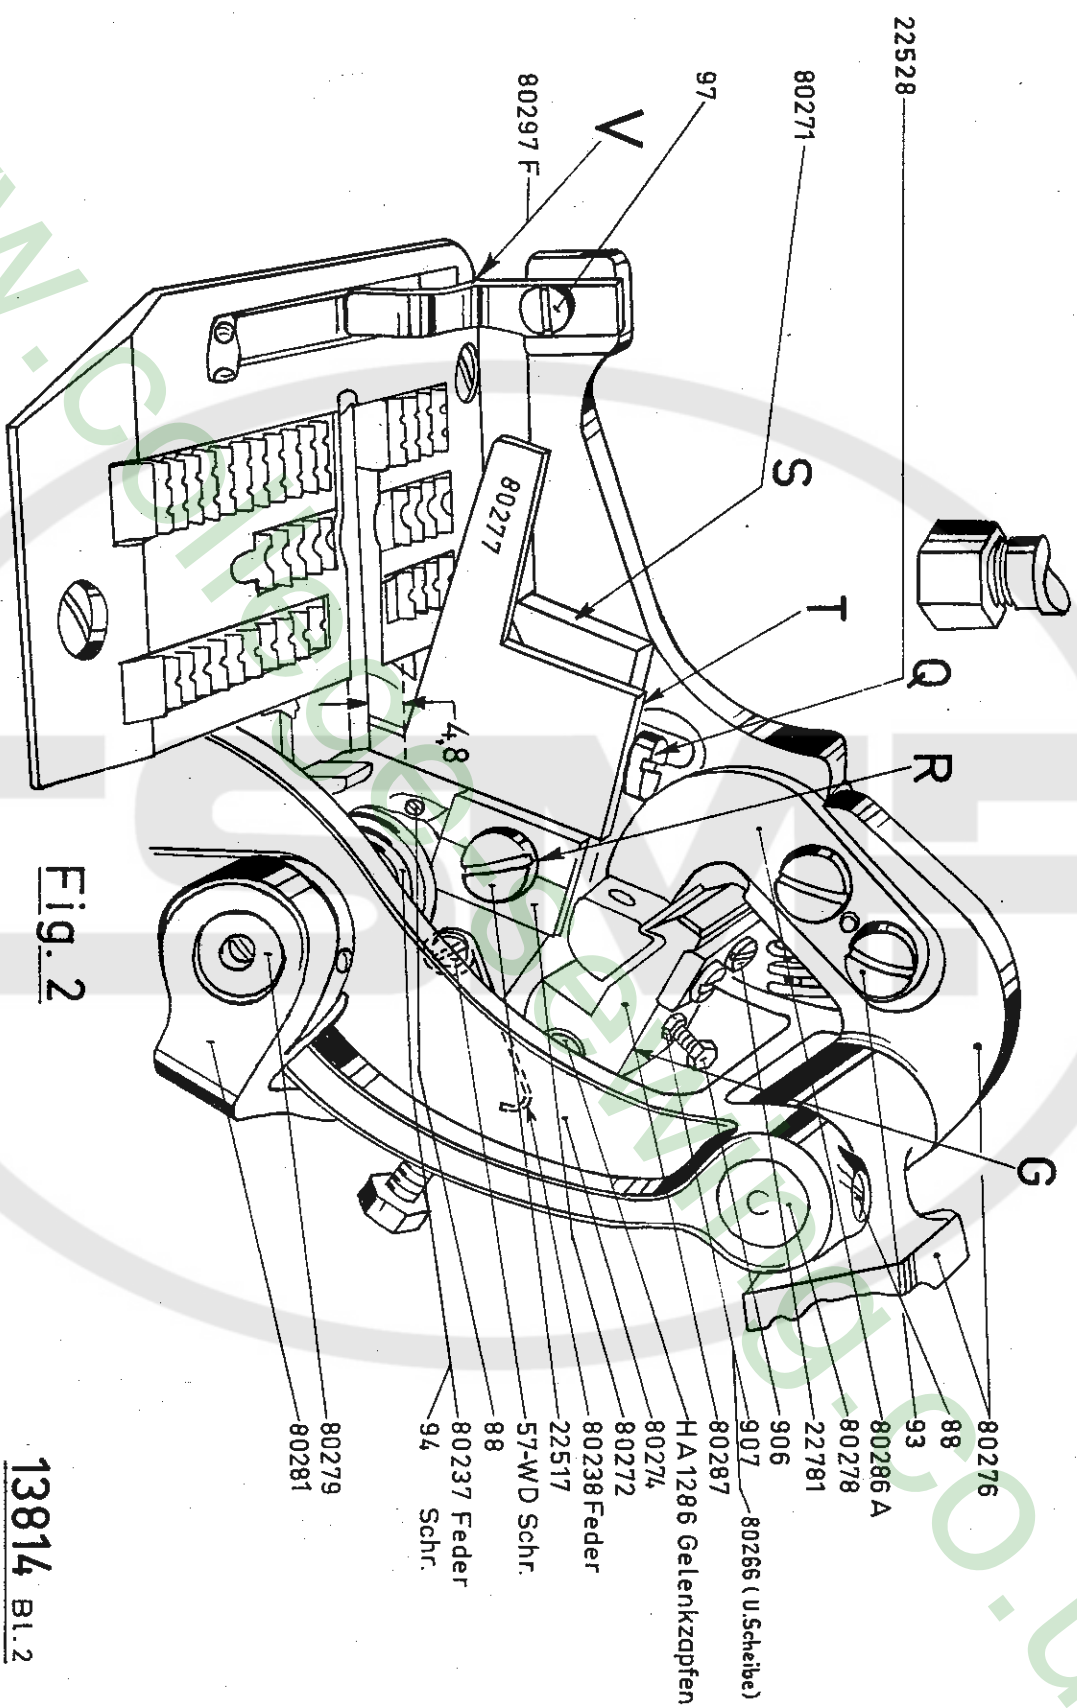

Fig. 2
3. Befestige den Taster V (Fig. 2) und stelle die Sechskantschraube H (Fig. 1) so ein, daß die untere Tasterfläche mit der Unterseite der Stichplatte "B" bündig ist. Dann ist die Gegenmutter der Schraube "H" festzuziehen. Sollte sich beim Nähen zeigen, daß die Bandabschnitte nicht gleich lang sind, so kann eine Änderung durch Verstellen des Tasters im Langloch, evtl. in Verbindung mit dem in Absatz 8 Gesagten, vorgenommen werden.